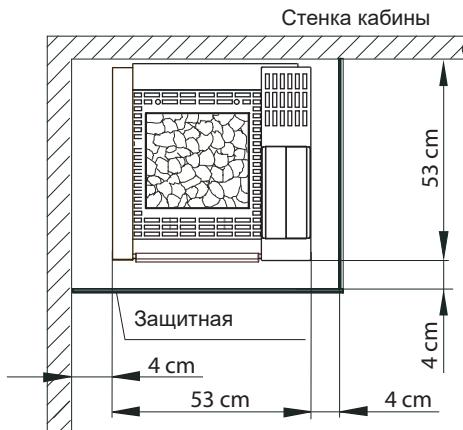

Рис. 1
Рис. 1а
- При установке печи сауны необходимо следить, чтобы вертикальное расстояние между верхним краем печи сауны и крышей сауны составляло не менее 105 см, а горизонтальное расстояние (между боковыми сторонами) между печью и стенкой кабины - не менее 4 см (рис. 1).